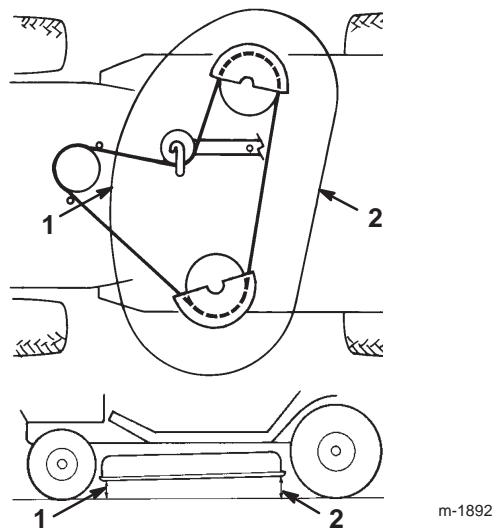

Figure 50
- 12.** Contrôlez l'inclinaison avant/arrière en mesurant la hauteur du bas du plateau de coupe (au centre, à l'avant et à l'arrière) par rapport au sol plat (Fig. 50). Si l'avant n'est pas de 3 à 10 mm plus bas que l'arrière, un réglage est nécessaire.